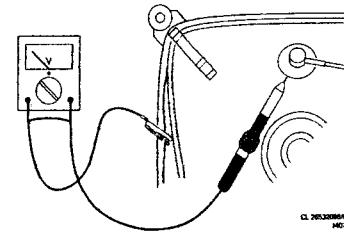

Abbildung 2-1
- Um Beschädigungen von ICs und Transistoren zu verhüten, muß jeder Hochspannungsüberschlag vermieden werden. Um eine Beschädigung der Bildröhre zu verhindern, muß zur Entladung der Bildröhre das in Abb. 2-1 angegebene Verfahren angewendet werden. Benutzen Sie einen Hochspannungstester und ein Universalmeßinstrument (Einstellung DC-V). Die Entladung muß erfolgen, bis der Zeigerausschlag des Instruments 0 V beträgt (nach ca. 30 s).